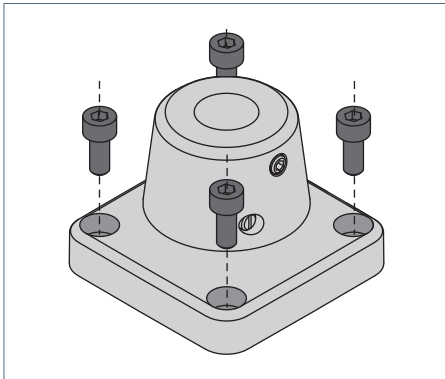

Fig. 1: Éléments de fixation.
- ▶ Visser l'élément de fixation sur la surface de montage à l'aide de quatre vis appropriées, voir Fig. 1.